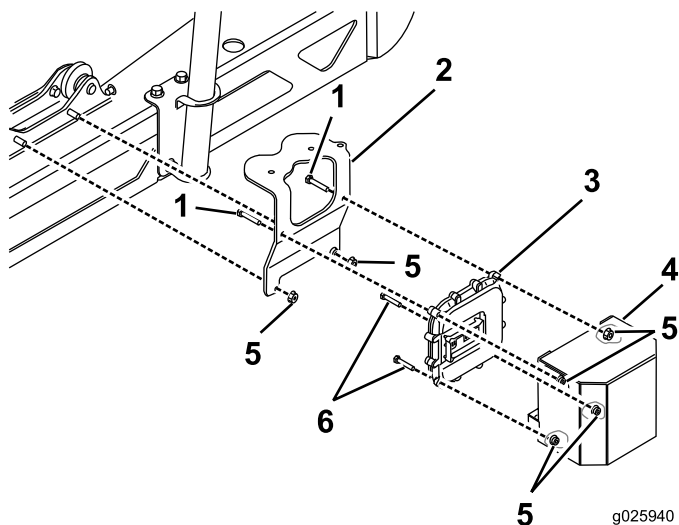

Рисунок 16
2. Для модели 1750: установите электронный регулятор, кронштейн и кожух на машину (Рисунок 16).